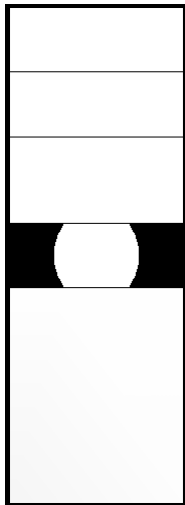

Abbildung 6: Das Part in Partitionen eingeteilt
10. Auf den Rändern des Parts erscheinen alle im Sketch eingezeichneten Punkte einschließlich der Linienmittelpunkte dazwischen. Klicken Sie erst auf den Startpunkt und dann den Endpunkt, zwischen denen die Materialgrenze verlaufen soll. Wählen Sie dafür aus Abb. 6 die Punkte der obersten Grenze. Klicken Sie unten auf **Create Partition**, um die große Partition zu teilen.
Rändern mit ihren Punkten. Klicken Sie erst auf den Startpunkt und dann den Endpunkt, zwischen denen die Materialgrenze verlaufen soll. Wählen Sie dafür aus Abb. 6 die Punkte der zweiten Grenze von oben. Klicken Sie unten auf **Create Partition**, um die untere Partition zu teilen.
12. Wiederholen Sie den letzten Vorgang für alle weiteren Grenzen aus Abb. 6. Dazu muss zunächst die jeweils zu teilende Partition gewählt, mit **Done** bestätigt, die beiden Punkte ausgewählt und mit **Create Partition** partitioniert werden.
13. Nun ist Ihr erstes Part für das spätere Zusammenfügen in Modul **Assembly** fertig. Es sollte aussehen wie in Abb. 6. Vor dem Aneinanderreihen der Parts im Modul **Assembly** ist noch ein zweites Part zu erstellen, das dem ersten Part sehr ähnlich ist: Es fehlt lediglich der Lotball. Deshalb wird das erste Part einfach kopiert und der Lotball gelöscht. Öffnen Sie dazu den **Part Manager** .